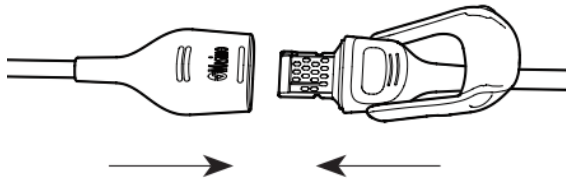

Fig. 15-4 Conexión sensor PED.
1. Consulte la Fig. 15-4. Oriente correctamente el conector del sensor e insértelo hasta adentro del conector del cable del paciente.